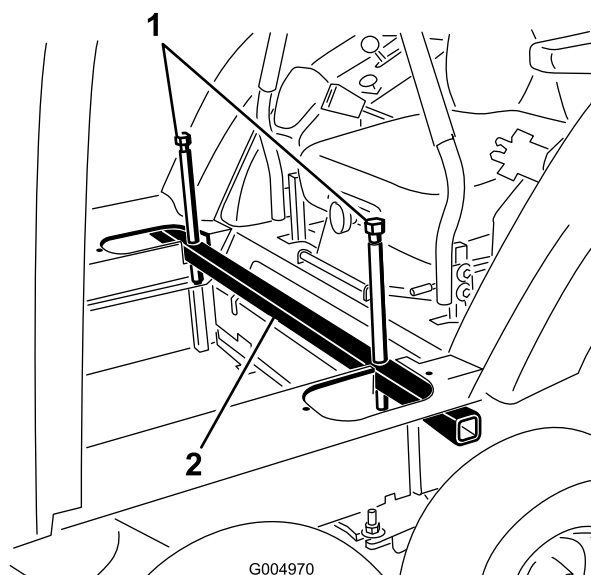

Figure 27
13. Desserrez les boulons de levage et déposez le tube de levage de la cabine par les découpes du plancher (Figure 27).